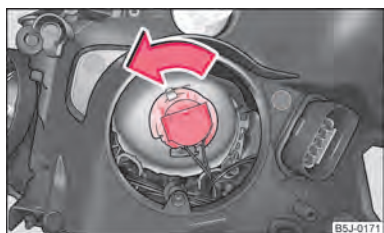

Fig. 154 Smontaggio della lampadina anabbagliante
- Girare a sinistra il connettore con la lampadina fino all'arresto ⇒ fig. 154 ed estrarlo.